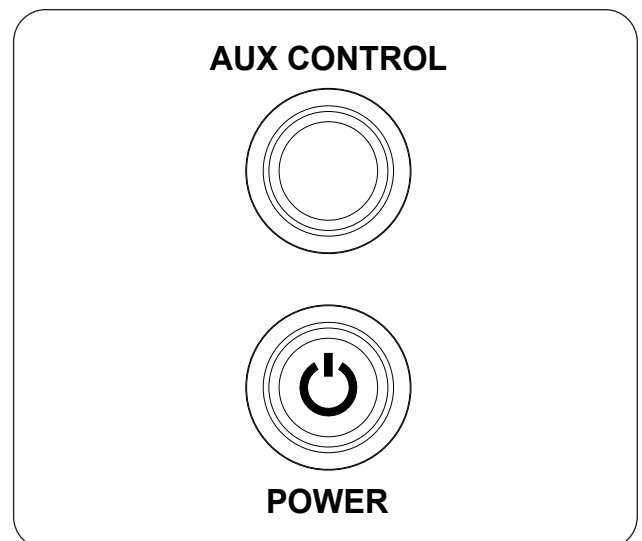

Fig. 40-1 Opération manuelle:
1. Localisez le panneau de commande sur le côté de l'appareil (reportez-vous à la LISTE DES PIÈCES D'IDENTIFICATION si nécessaire), et identifiez les boutons **AUX CONTROL** et **POWER** (voir Fig. 40-1).
Pour éteindre le brûleur (le système restera allumé), appuyez sur le bouton **AUX CONTROL** (voir Fig. 40-1).
Pour arrêter le brûleur et le système (arrêt total), appuyez sur le bouton **POWER** (voir Fig. 40-1).